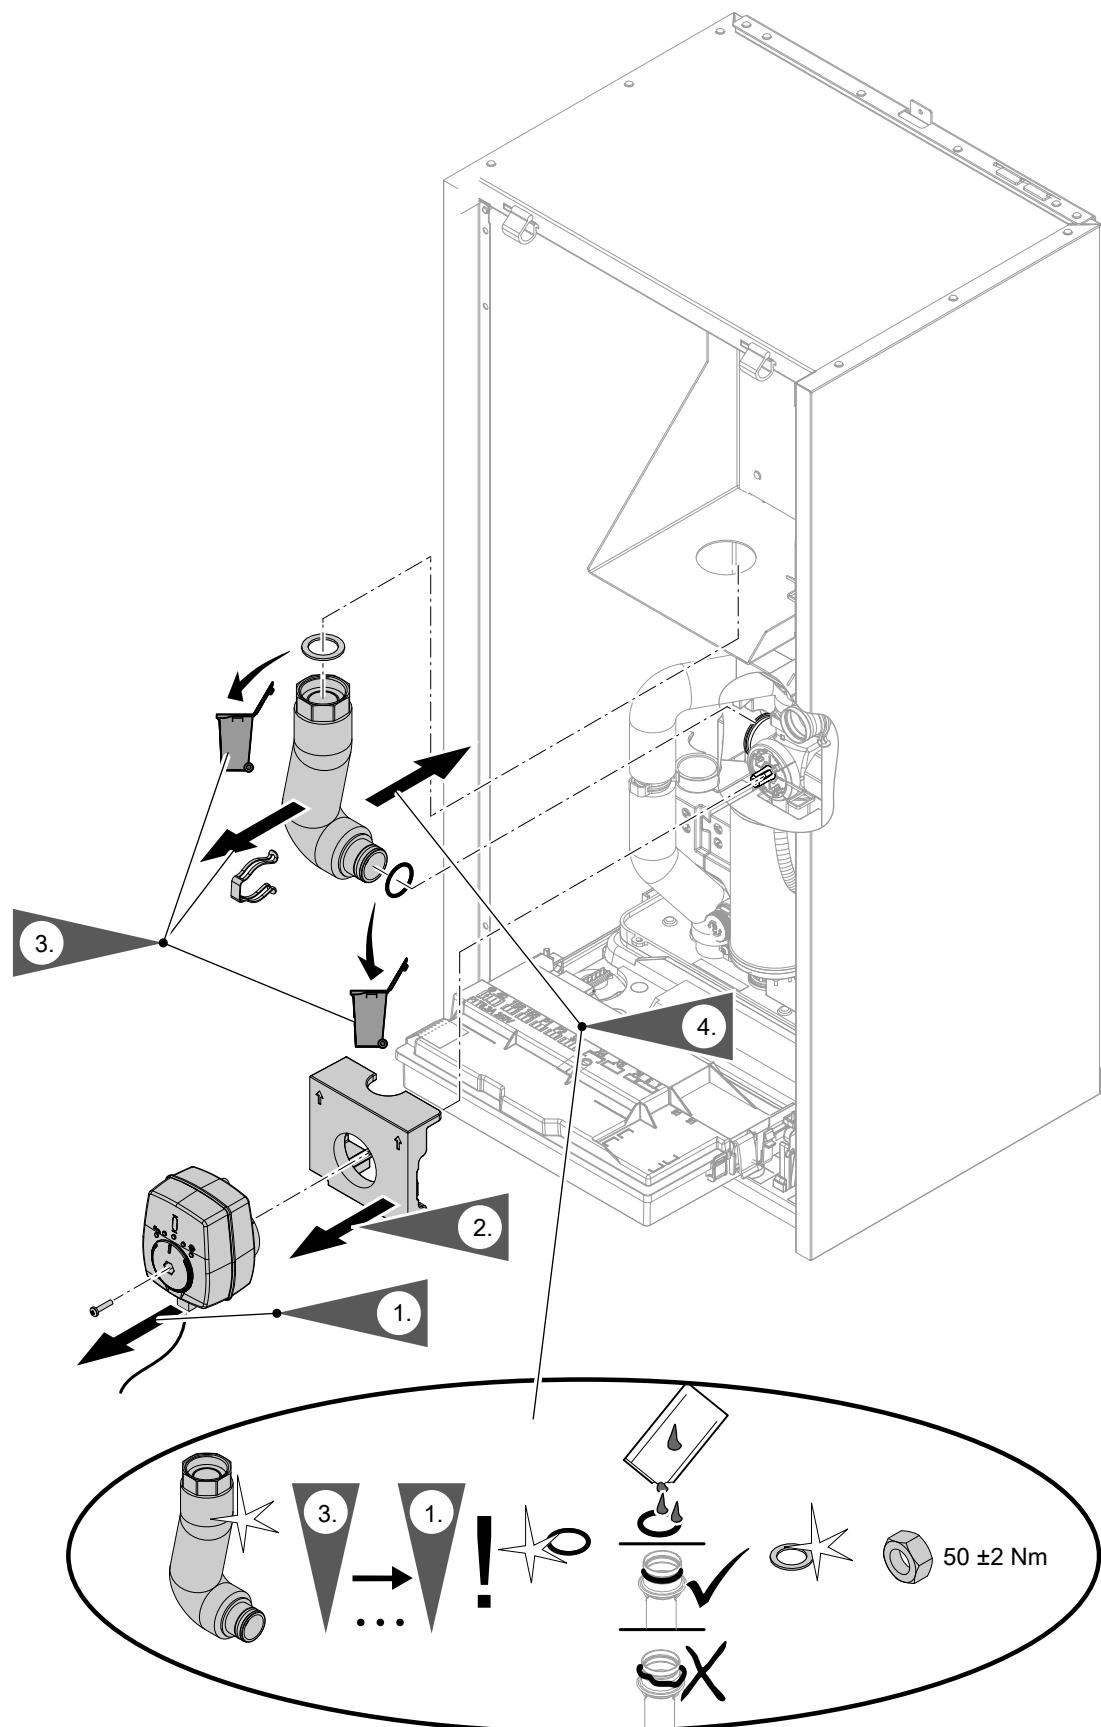

Abb. 85
- Hydraulische Leitungen: Siehe Abb. 84 bis Abb. 85.